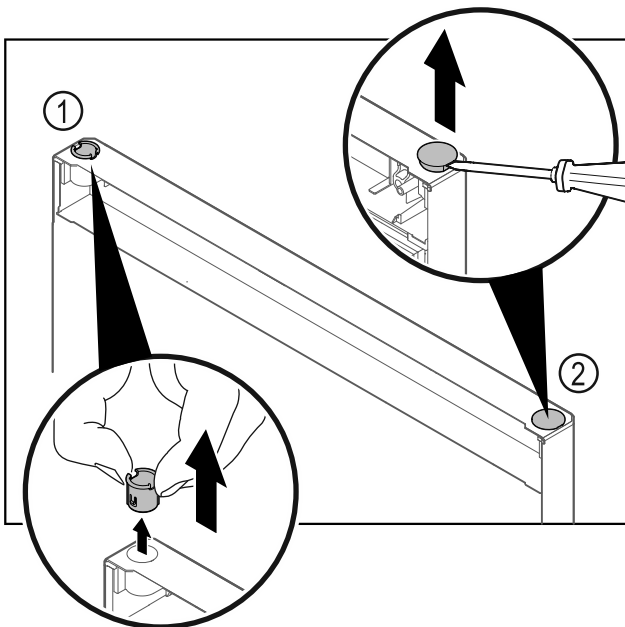

Fig. 20
- ▶ Τραβήξτε έξω την υποδοχή μεντεσέ Fig. 20 (1) με τα δάχτυλα.
- ▶ Ανασηκώστε προσεκτικά την τάπα Fig. 20 (2) με ένα ίσιο κατασαβίδι και τραβήξτε την έξω.